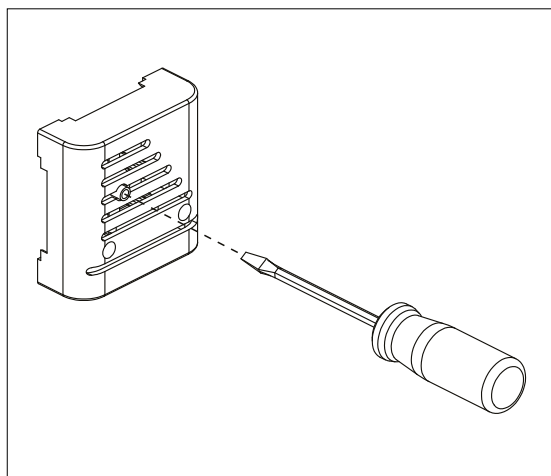

Bild 7.12-1. Återaktivering av överhettningsskyddet
- Bastuaggregatets överhettningsskydd har löst ut: **orsaken till att överhettningsskyddet har utlösts måste utredas!** Överhettningsskyddet kan återaktiveras genom att klicka på temperatursensorn (bild 7.12-1)